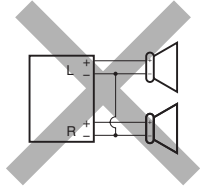
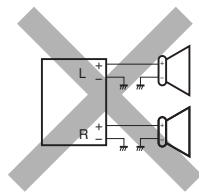
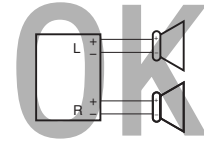

Fig. 1
Fig. 2
Fig. 3
- ② Jaune: a la batterie de la voiture (12V constant)
- ③ Rouge: à la prise accessoire
- ④ Bleu à bandes blanches: à l'antenne automatique (200mA max.)
- ⑤ Autres: aux enceintes
- **If the speaker wiring in your car is as illustrated in Fig. 1 and Fig. 2 below, DO NOT** connect the unit using that original speaker wiring. If you do, the unit will be seriously damaged. Redo the speaker wiring so that you can connect the unit to the speakers as illustrated in Fig. 3.
- **If the speaker wiring in your car is as illustrated in Fig. 3,** you can connect the unit using the original speaker wiring in your car.
- **Si el conexionado de altavoz de su automóvil es como se indica en las Figs. 1 y 2 de abajo, NO** conecte la unidad utilizando ese conexionado de altavoz original. Si lo hace, se producirán daños graves en la unidad. Vuelva a efectuar el conexionado de altavoz de manera que pueda conectar la unidad a los altavoces de la manera indicada en la Fig.3.
- **Si el conexionado de altavoz de su automóvil es como se indica en la Fig.3,** podrá conectar la unidad utilizando el conexionado de altavoz original de su automóvil.
- **Si le câblage des enceintes de votre voiture est réalisé comme montré sur la Fig. 1 ou Fig. 2 ci-dessous, NE CONNECTEZ PAS** l'appareil en utilisant ce câblage original d'enceintes. Si vous le faites, l'appareil sera sérieusement endommagé. Recommencez le câblage des enceintes de façon que vous puissiez connecter l'appareil aux enceintes comme montré sur la Fig. 3.
- **Si le câblage des enceintes de votre voiture est comme montré sur la Fig. 3,** vous pouvez connecter l'appareil en utilisant ce câblage original d'enceintes pour votre voiture.